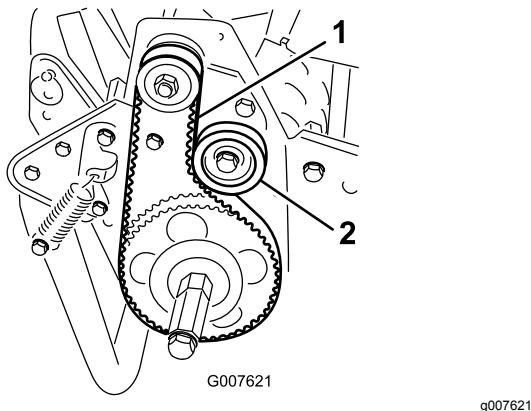

図 39
2. プーリ間の中央部で**図 39**、18-22 N (1.8-2.3 kg)程度の力でベルトを指で押して張りを点検する。
- A. アイドラプーリ固定ナットをゆるめ、プーリをベルトの背に押しつけて、適当な張りを出す**図 39**。